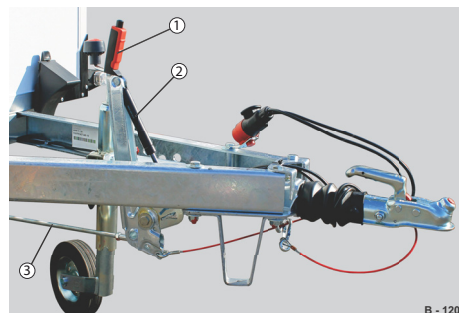

Abb. 90 Handbremse angezogen, AL-KO
- ▶ Anhänger ggf. etwas zurückschieben. Die Gasdruckfeder (Abb. 90/2) zieht die Handbremse vollständig an.